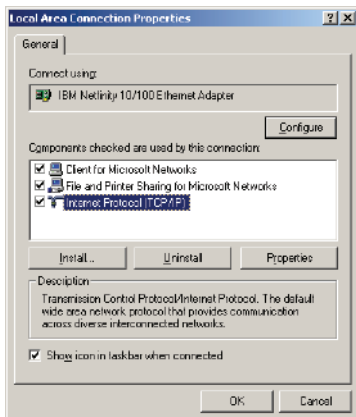

Рис. 3. Окно свойств локального подключения
5. Выберите протокол интернета (TCP/IP) и щелкните на кнопке **Properties (Свойства)** (см. рис. 3).